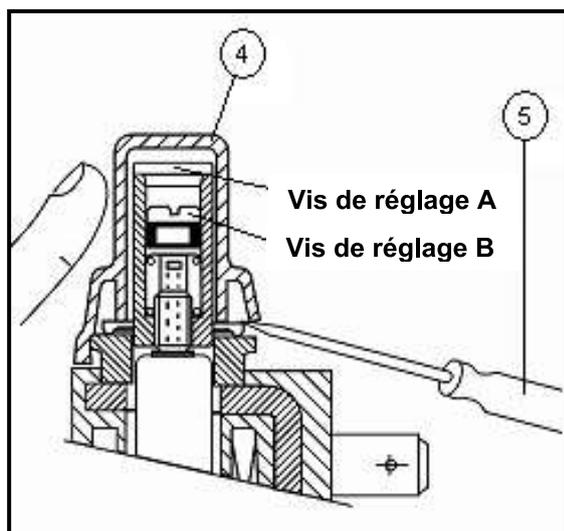

Fig. 23: Coupe de la vanne avec la vis de réglage
⇒ Enlevez le capot (4) de la bobine (3) avec un petit tournevis (5) insérer dans une des encoches et soulevez ensuite le capot avec la main et le tournevis (Fig. 23).